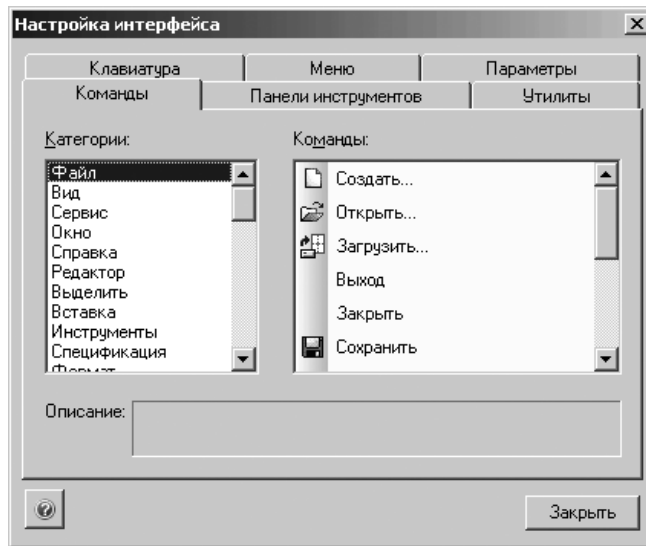

Рис. 9.55. Диалоговое окно **Настройка интерфейса** с открытой вкладкой **Команды**
- щелкните в диалоговом окне **Настройка интерфейса** по вкладке **Команды**. Откроется вкладка **Команды** (рис. 9.55).